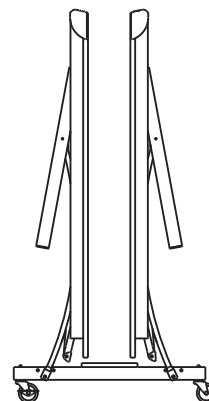

Figura 9
4. Levante la otra mitad del tablero de la misma manera. Ver figura 9.